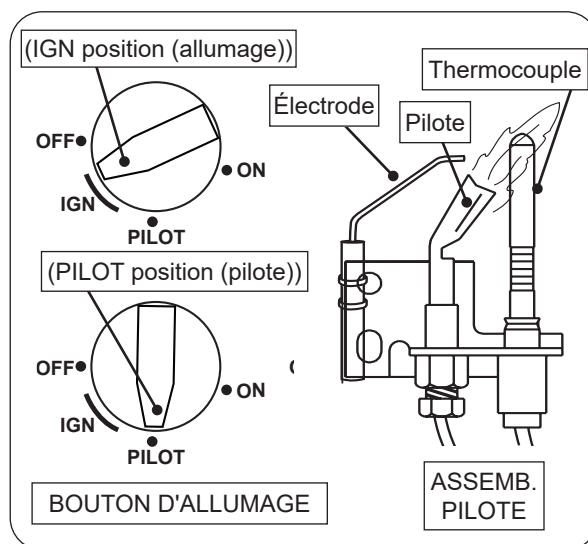

Fig. 50-1 Éclairage pilote
3. Localisez l'assemblage de la veilleuse sur le côté où à l'arrière du bac du brûleur (voir Fig. 50-1).
5. Tout en maintenant le bouton enfoncé, tournez le bouton de commande dans le sens antihoraire  vers **PILOT** (pilote) jusqu'à ce que vous entendiez un clic (l'allumeur piézo-électrique s'activera et allumera la veilleuse). Continuez à maintenir le bouton enfoncé pendant environ une (1) minute après l'allumage de la veilleuse. Relâchez le bouton et il ressortira. La veilleuse restera allumée. Voir la Fig. 50-1. S'il s'éteint, répétez les étapes 2 à 5.